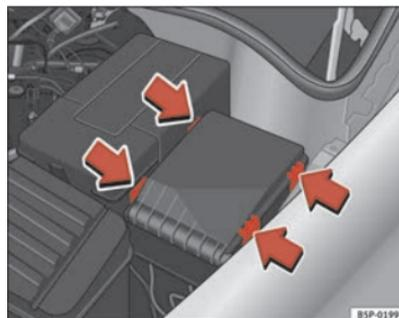

Fig. 176 Copertura della scatola dei fusibili nel vano motore
- Rimuovere la copertura dei fusibili situata nel vano motore premendo le linguette verso il centro della copertura ⇒ pag. 267, fig. 176.